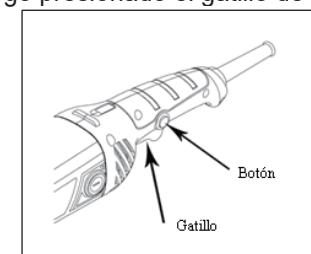

Figura 6
2) Encienda la herramienta presionando ligeramente el botón de encendido/apagado, luego presionando el gatillo de encendido/apagado ligeramente. (Vea figura 6)